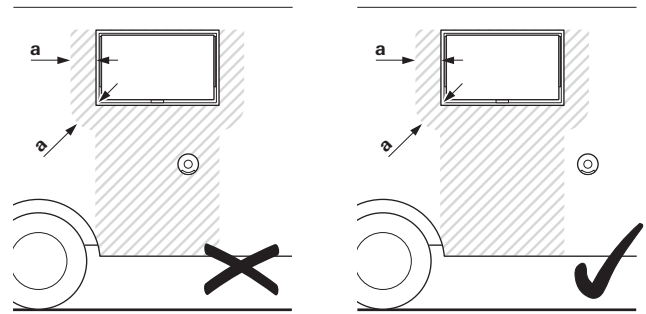

Fig. 4
Poser la cheminée latérale de telle sorte qu'aucune goutte de réservoir ou ouverture de purge d'air de réservoir ne se trouve dans un rayon de 500 mm (R) (Fig. 3). En outre, aucune ouverture de purge d'air pour la zone d'habitat ou une ouverture de fenêtre ne doit se trouver dans un rayon de 300 mm (Fig. 4).